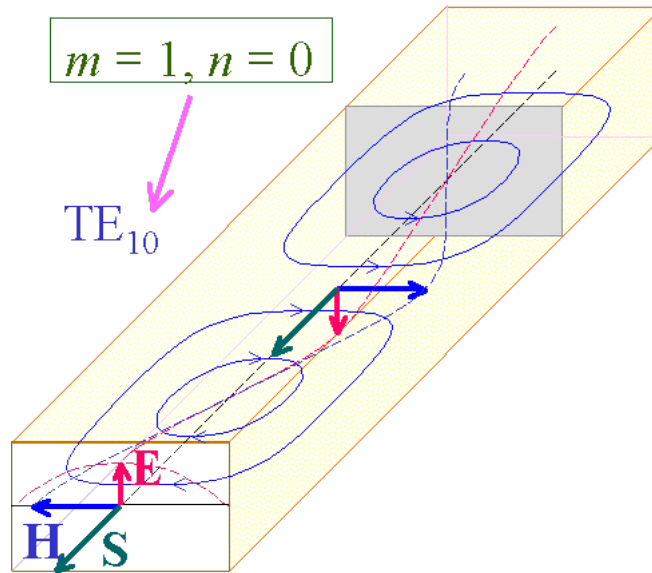

Fig. 3
O modo con frecuencia de corte máis baixa é o TE_{10} (fig. 3) e chámase *modo dominante*⁷, con constante de corte
O oscilador que xera o campo é un diodo Gunn montado nunha cavidade ① (fig. 6) que determina a frecuencia de oscilación ($f \simeq 10 \text{ GHz}$). O diodo aliméntase a 8.0 V cunha fonte de tensión. Un dos tramos de guía de ondas dispoñíbles ② leva unha abertura lonxitudinal no plano de simetría vertical. Neste plano o campo \mathbf{H} é transversal (fig. 3), logo a corrente $\mathbf{K} = -\hat{\mathbf{n}} \times \mathbf{H} = \hat{\mathbf{y}} \times \mathbf{H}$ será lonxitudinal e a abertura non lle afectará, e polo tanto tampouco afectará aos campos. Na abertura introdúcese un detector ③ conectado a un polímetro ④ e montado nun carro que se move ao longo da guía sobre unha escala graduada. O detector converterá a amplitude do campo que se proxecta na liña da súa punta nun sinal de voltaxe, que mediremos co polímetro. A resposta do detector é cadrática, é dicir, dá unha tensión $V \propto E^2$, co cal o que se obtén cualitativamente é unha representación do valor absoluto do campo eléctrico da onda.